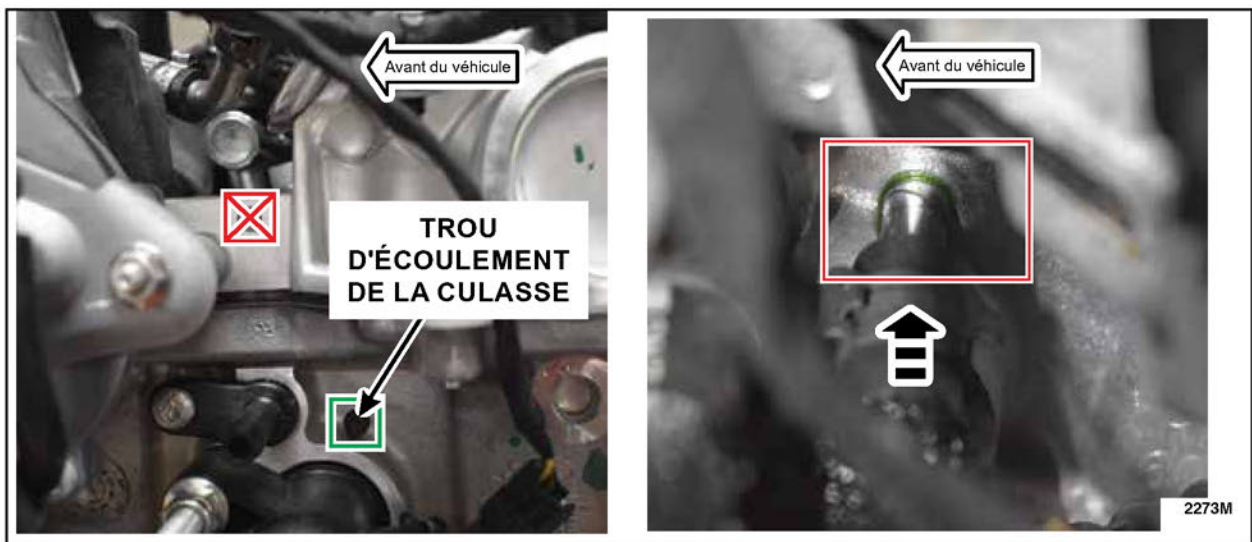

FIGURE 16
30. Insérez le flexible dans le trou d'écoulement de la culasse jusqu'à ce qu'il soit bien en appui contre la section de la bride au diamètre plus large, comme illustré. Voir la figure 16.